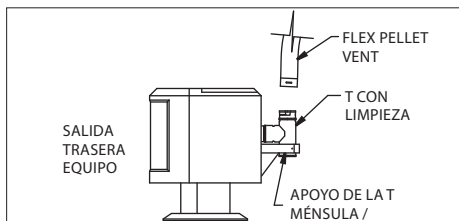

Figura 12
9. Si se necesita una T para hacer la conexión, como muestra la **Figura 12**, la T tiene un adaptador desmontable para limpieza en su base para permitir la limpieza. La ménsula de apoyo de la T para sujetar la T a la parte posterior del equipo es obligatoria. Si se desea montar el apoyo de la T a la parte trasera de la estufa, obtenga la aprobación del fabricante de la estufa antes de taladrar, roscar, o efectuar cualquier alteración al equipo.